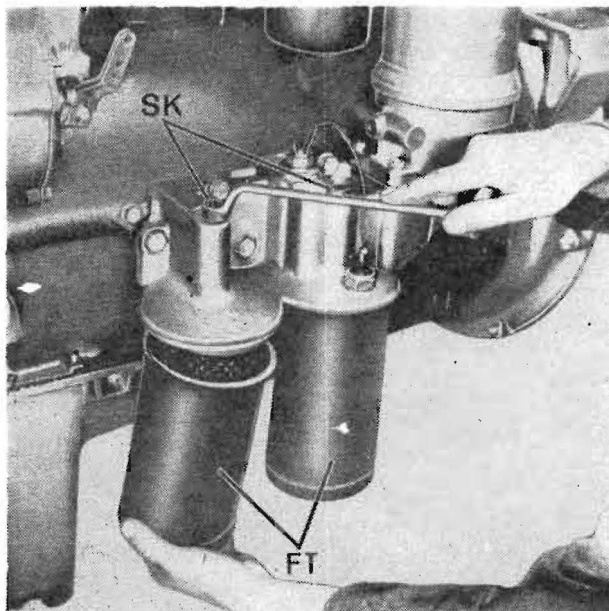

Bild 6/35
Die Sechskantschraube (SK) ist auf beiden Filtergehäusen zu lösen. Danach kann man die Filtertöpfe (FT) nach unten abziehen (Bild 6/35).